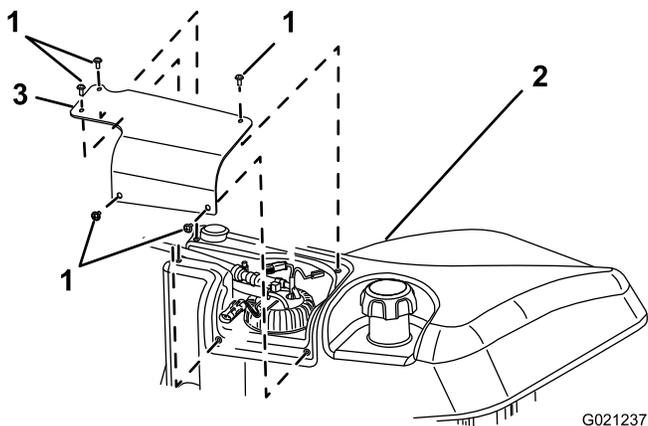

図 51
1. 燃料ポンプカバーを燃料タンクに固定しているねじ5本を外してカバーを外す 図 51。